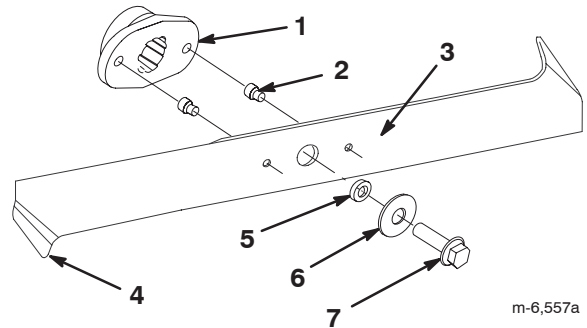

Figure 35
2. Inspectez les tranchants des lames (Fig. 35). Si elles ne sont pas tranchantes ou si elles présentent des indentations, déposez et aiguisiez les lames (voir Aiguisage des lames, page 33).
3. Inspectez les lames, surtout les bords recourbés (Fig. 35). Si vous remarquez que les lames sont usées ou endommagées à cet endroit, remplacez-les immédiatement.
4. Si les goupilles de cisaillement sont cassées, remplacez-les immédiatement (Fig. 35).
3. Enlevez les boulons, les rondelles et les lames (Fig. 35). Pour enlever chaque boulon, bloquez la lame en introduisant une cale en bois entre la lame et le carter de tondeuse.
1. Installez les lames, les rondelles et les boulons de lames (Fig. 35).